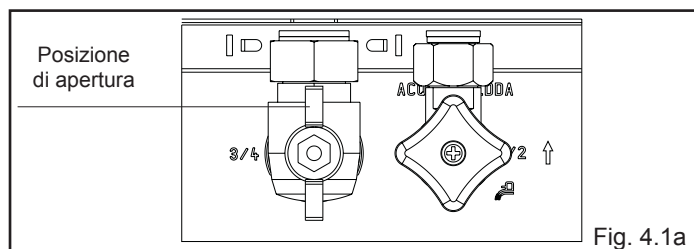

Fig. 4.1a
- aprire il rubinetto del gas, per permettere il flusso del combustibile (fig. 4.1a)